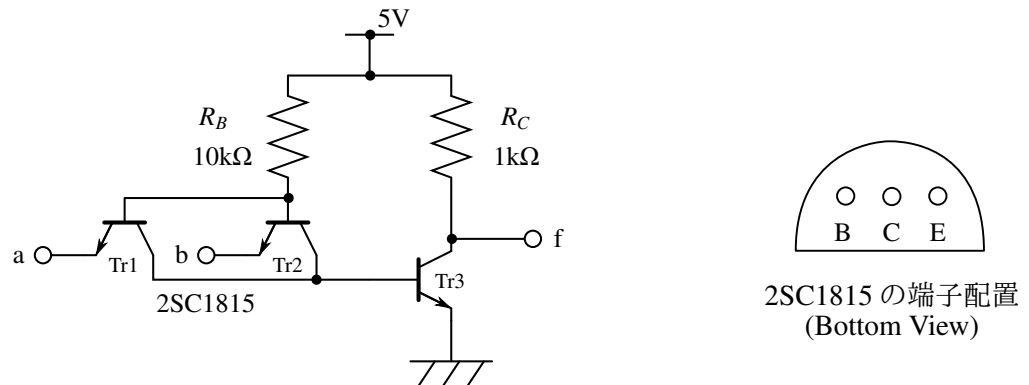

図 9-5 トランジスタ論理回路 2
- 2) 図 9-5 の回路を製作せよ．次に，端子 a, b に電圧を加えたときの出力電圧をマルチメータで測定し，表 9-7 の動作特性表を完成せよ．また，正論理に対する真理値表を完成し，この回路の論理動作を検討せよ．